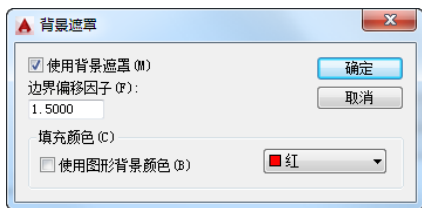

图 6-16 “背景遮罩”对话框
12) 背景遮罩：用设定的背景对标注的文字进行遮罩。单击该命令，系统打开“背景遮罩”对话框，如图6-16所示。